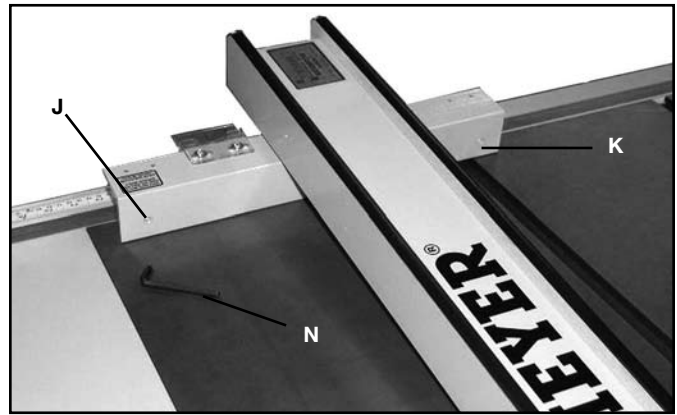
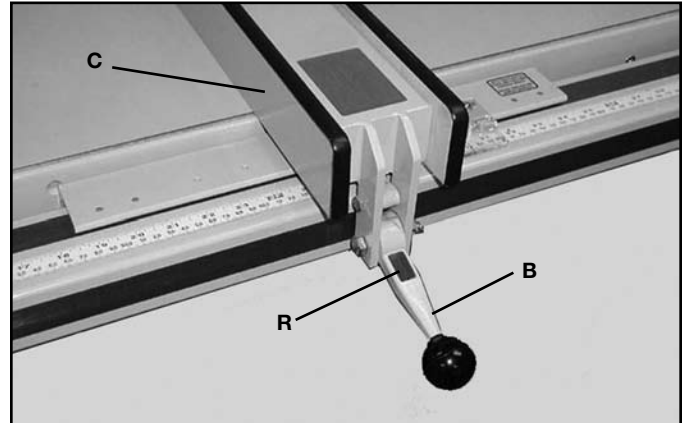

FIG. 27
FIG. 28
4. La guía (C) Fig. 26 se debe ajustar para que quede paralela a la ranura del calibrador de inglete. Deslice la guía hasta que el borde inferior esté alineado con el borde de la ranura del calibrador de inglete, como se muestra, y presione el mango de bloqueo hacia abajo (B). Compruebe que la guía (C) esté alineada con la ranura del calibrador de inglete en toda la longitud del banco. Si se debe realizar un ajuste, retire la guía (C) como se muestra en la Fig. 27. Ajuste o afloje ligeramente los tornillos de ajuste (J) o (K) con una llave Allen de 4,8 mm (3/16") (N), que no está incluida. Vuelva a colocar la guía en el tubo de la guía y controle nuevamente la alineación. Repita este ajuste hasta que esté seguro de que la guía está paralela a la ranura del calibrador de inglete. **NOTA: Sólo es necesario un ligero movimiento de los tornillos de ajuste para ajustar la guía.**
5. Cuando el mango de bloqueo de la guía (B) Fig. 28 está hacia abajo, el ensamble de la guía (C) debe estar completamente sujeto al tubo de la guía. Si el ensamble de la guía (C) no está completamente sujeto al tubo de la guía cuando el mango está hacia abajo, como se muestra, levante el mango (B) y retire la guía del tubo de la guía como se muestra en la Fig. 27. Ajuste ligeramente los dos tornillos de ajuste (J) y (K) (si la guía está muy floja) o aflójelos (si la guía está muy ajustada), con una llave Allen de 4,8 mm (3/16") (N), que no está incluida. **NOTA:** Los tornillos (J) y (K) se deben ajustar o aflojar en la misma medida. Vuelva a colocar la guía en el tubo de la guía y controle nuevamente si el ensamble de la guía está ajustado por completo al tubo de la guía, cuando el mango de bloqueo (B) está hacia abajo. De ser necesario, realice más ajustes.
7. Para mover la guía a lo largo del tubo de la guía, simplemente levante el mango de bloqueo (B) Fig. 30 como se muestra, deslice la guía a la posición deseada y baje el mango de bloqueo (B) Fig. 28 como se muestra, para fijar la posición. **NOTA: Se proporciona un imán (R) Fig. 28 para mantener el mango hacia arriba cuando mueve la guía.**